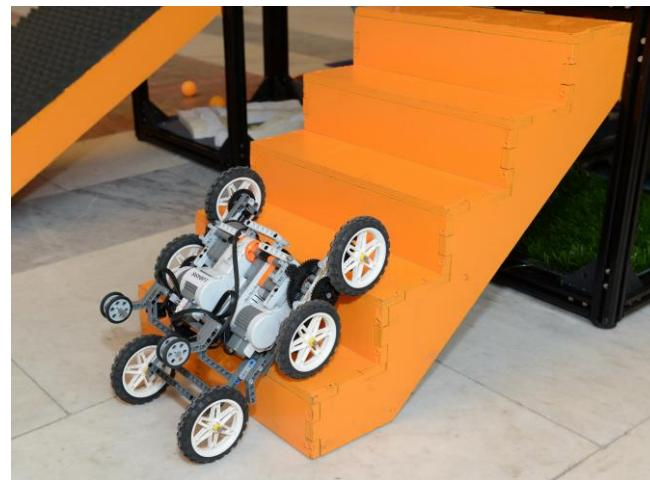

Рисунок 10 - «Лестница»
- 1.5.9. **Лестничный марш** – высота ступени 75 мм, ширина ступени 90 мм. (рисунок 10).